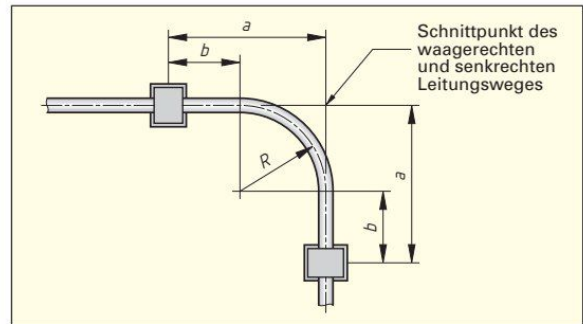

Bild 2: Schellenabstände und Mindestbiegeradius bei Leitungsbögen
c) Welcher Abstand a (Bild 2) ergibt sich dann bei der Verlegung von Mantelleitung NYM-J 3 x 1,5, gemessen vom Schnittpunkt des waagerechten und senkrechten Leitungsweges?